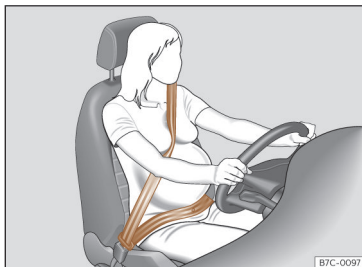

Fig. 25 Colocação da faixa do cinto de segurança no caso das mulheres grávidas.
No caso de **mulheres grávidas**, o cinto de segurança deve passar de forma uniforme sobre o peito e o mais baixo possível na zona pélvica, com a faixa plana para que não pressione o ventre; deve utilizar-se durante toda a gravidez >>> **Fig. 25.**
- No caso de mulheres grávidas, a faixa abdominal do cinto de segurança deve passar o mais baixo possível à frente da zona pélvica, direita e «contornando» o ventre >>> **Fig. 25.**